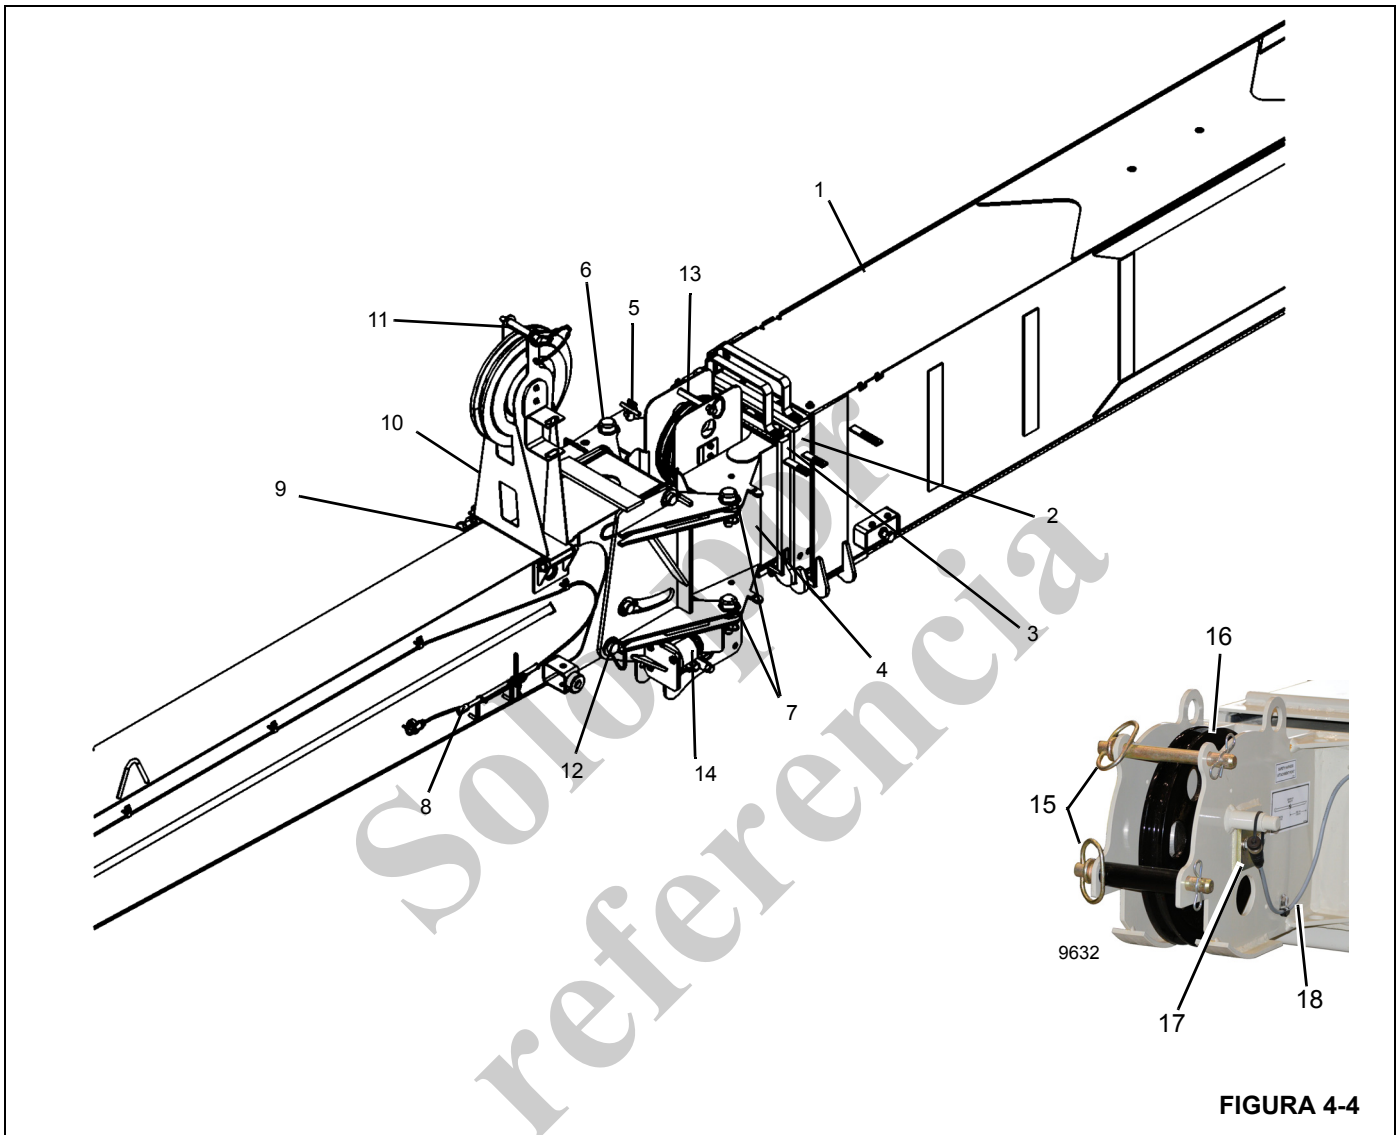

FIGURA 4-4
6. Revise que el plumín esté enganchado en las escuadras de almacenamiento (delantera y trasera) con el pasador de almacenamiento (1) instalado y completamente asentado, antes de retirar el pasador de giro (5) de la nariz de pluma.
7. Retire el pasador de giro del plumín (5) de la orejeta superior del plumín.
9. Retire el pasador de almacenamiento (1), almacénelo en la escuadra del gancho (3) y fíjelo con una pinza de resorte.
- b. Extienda el gato de alineación (10) de modo que los agujeros de pasador inferior izquierdo (7) queden alineados.
- c. Instale el pasador de fijación inferior izquierdo (7) y su pinza de resorte.
- d. Abra la válvula de liberación del gato y retraiga el gato (10).
17. Si no lo ha hecho todavía, retire el retenedor de cable del conjunto de mástil (11, Figura 4-4). Retire los pasadores de retención del cable y los pasadores de bloqueo (15) de la nariz de plumín. Pase el cable de carga por sobre el conjunto de mástil (10) y polea del plumín (16) e instale el retenedor (17). Instale el retenedor de cable del conjunto de mástil (11). Instale los pasadores de retención del plumín usando pasadores de bloqueo (15). Instale el bloque en el extremo del cable de carga.
23. Efectúe las conexiones del cordón de prevención del contacto entre bloques (Figura 4-4) según se requiera.
6. Baje el conjunto de mástil (10, Figura 4-4). Fije con la pinza y el pasador de retención. Para más información, consulte *Ajuste del mástil de descentramiento*, en la página 4-14.
8. Saque las pinzas de resorte de los pasadores de fijación izquierdos (7, Figura 4-3 y Figura 4-4) de las orejetas superior e inferior del plumín.
10. Saque los pasadores de fijación izquierdos (7, Figura 4-3 y Figura 4-4) de las orejetas superior e inferior del plumín. No retire los pasadores de fijación derechos (6) por el momento. Los pasadores de fijación derechos (6) se utilizarán como punto de pivote para girar el plumín a la posición de almacenamiento. Podría ser necesario martillar los pasadores levemente para sacarlos.
4. Acople el aparejo al plumín y levántelo con una grúa auxiliar. Con la grúa auxiliar sosteniendo el plumín, retire los pasadores de fijación del lado derecho (6, Figura 4-4) de las orejetas de plumín superiores e inferiores. Ahora el plumín se separa de la pluma.
1. Utilice la función de elevación para bajar la pluma de modo que los pasadores de fijación del lado derecho (6, Figura 4-4) puedan accederse fácilmente desde el suelo.
2. Acople el aparejo al plumín y levántelo con una grúa auxiliar. Coloque el plumín en la nariz de pluma de modo que los pasadores de fijación del lado derecho (6, Figura 4-4) puedan instalarse para fijar el plumín a la nariz de pluma.
3. Instale los pasadores de fijación del lado derecho (6) en las orejetas superior e inferior del plumín. Fije los pasadores con pinzas de resorte retenedoras. Los pasadores de fijación del lado derecho se utilizarán como puntos de pivote para girar el plumín a la posición de almacenamiento. El plumín está ahora enganchado a la pluma y listo para ser almacenado.
El conjunto del mástil (10, Figura 4-4) debe colocarse encima de la sección de base antes de usar el plumín en la posición descentrada a 0 grados o a 30 grados. Si no se hace, pueden dañarse el mástil y/o el adaptador del plumín.
El conjunto del mástil (10, Figura 4-4) debe colocarse encima de la sección de base antes de usar el plumín en la posición descentrada a 0 grados, a 15 grados o a 30 grados. Si no se hace, pueden dañarse el mástil y/o el adaptador del plumín.